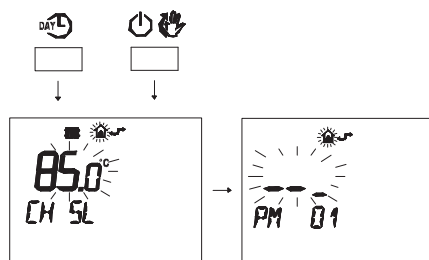

Figura 5.74
- Premere contemporaneamente i pulsanti **DAY** e **ON** per entrare nella programmazione trasparente (Figura 5.74).